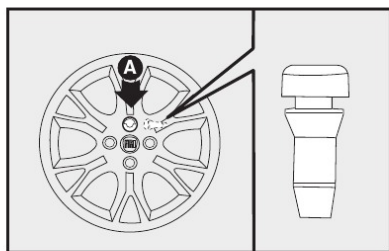

fig. 10
- Colocar a calota cuidando para que o símbolo (T), na parte interna, fique em correspondência com a válvula, e dessa maneira o furo maior da calota **A-fig. 10** passe pelo parafuso já fixado.